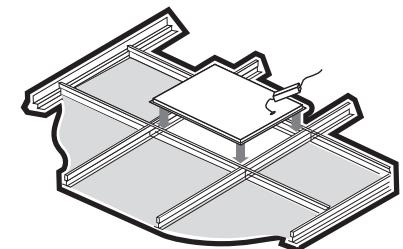

Рис. 2 Схема встраиваемого монтажа светильника PPL 595/R 20W
- Светильник – встраиваемый, предназначен для монтажа в стандартные потолки типа «Армстронг» (см. рис. 2).